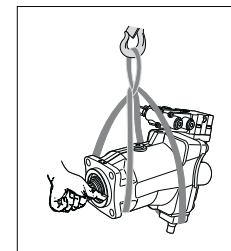

Abb. 6: Transport mit Hebeband
- Lagen Sie das Hebeband so um die Axialkolbeneinheit, dass es weder über Anbauteile (z. B. Ventile) verläuft, noch dass die Axialkolbeneinheit an Anbauteilen aufgehängt wird (siehe Abb. 6).